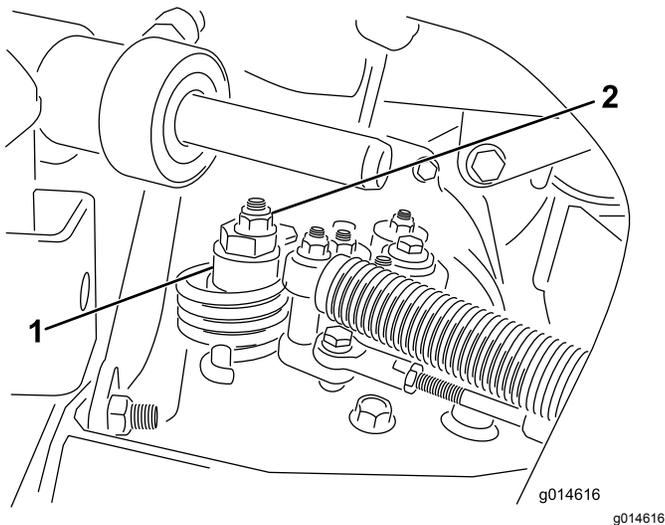

Рисунок 37
- A. Ослабьте контргайку крепления эксцентрика к верхней части гидростата (Рисунок 37).
- C. Поворачивайте эксцентрик до тех пор, пока не прекратится медленное вращение колеса в любом направлении. Когда колесо перестанет вращаться, затяните гайку, которая фиксирует эксцентрик и регулировку (Рисунок 37). Проверьте регулировку при положениях дроссельной заслонки МЕДЛЕННО и БЫСТРО.